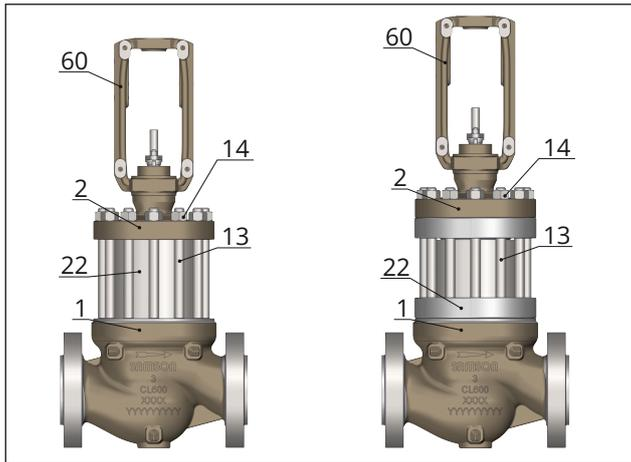
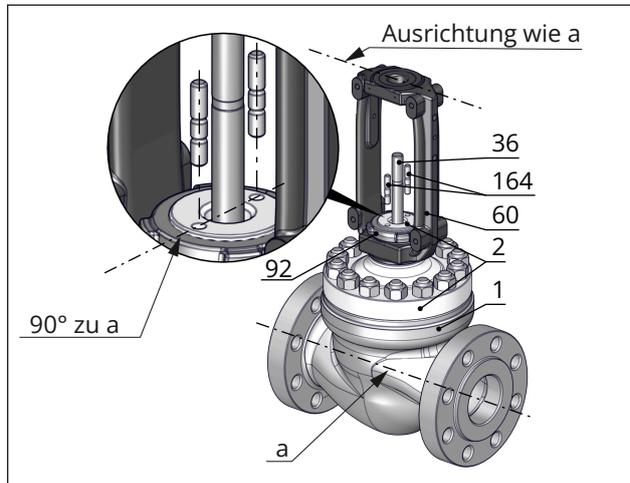

Bild 23: Mögliche Ausführungs- und Einbauvarianten des Zwischenstücks
Bild 26: Ausrichtung des Oberteils auf dem Ventilgehäuse und Ausrichtung des Jochs auf dem Oberteil
1. Ventiloberteil (2) einschließlich Joch (60) von oben senkrecht über die Kegelstange (36) je nach Variante (vgl. Bild 23) lose auf das Zwischenstück (22) setzen. Ausrichtung beachten, vgl. Bild 26. Die beiden Bohrungen auf der Oberseite des Oberteils müssen senkrecht zur Rohrleitungsachse liegen.
2. Kegel (5) fest in den Sitz (4) drücken. Dabei Ventiloberteil (2) mit Gehäusemutter (14) befestigen. Gehäusemutter (14) schrittweise über Kreuz anziehen. Anzugsmomente beachten.
1. Ventiloberteil (2) abbauen, vgl. Abschnitt „a) Standardoberteil abbauen“ in Kap. 9.4.1.
2. Sämtliche Stopfbuchsteile mit geeignetem Werkzeug aus dem Packungsraum im Ventiloberteil (2) herausziehen.
3. Spiraldichtringe (17, 126) vom Zwischenstück (22) und Zylinder (463) oder vom Ventiloberteil (2) entnehmen.
4. Zylinder (463) mit Sonderwerkzeug senkrecht nach oben aus dem Zwischenstück (22) entnehmen. Dabei Druck von oben auf die Kegelstange (36) geben, damit die Haftreibung zwischen DE-Dichtung (45) und Kegel (5) überwunden wird und die Garnitur nicht mit angehoben wird, sondern im Gehäuse (1) verbleibt.
5. Kegel (5) und Kegelstange (36) senkrecht nach oben aus dem Liner (424) herausziehen und aus dem Ventilgehäuse (1) und Zwischenstück (22) entnehmen.
6. Liner (424) senkrecht nach oben aus dem Ventilgehäuse (1) und Zwischenstück (22) entnehmen.
7. Je nach Einbauvariante des Zwischenstücks (vgl. Bild 23) das Zwischenstück (22) demontieren und vom Ventilgehäuse (1) abheben.
8. Spiraldichtring (17) aus dem Ventilgehäuse (1) entnehmen.
9. Sitz (4) aus dem Ventilgehäuse (1) entnehmen.
10. Flachdichtung (197) aus dem Sitz (4) entnehmen.
11. Spiraldichtring (127) aus dem Ventilgehäuse (1) entnehmen.